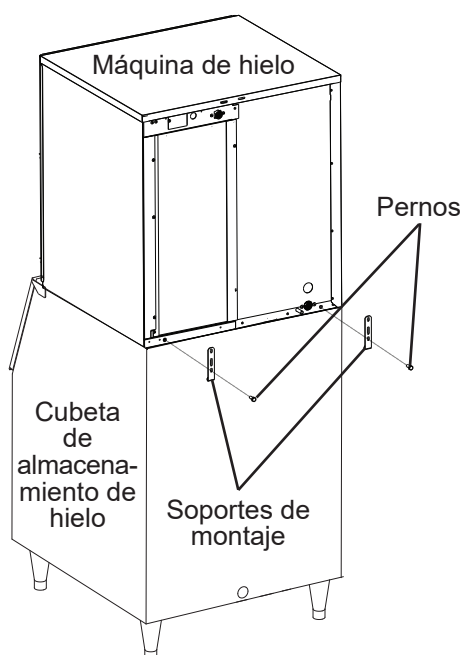

Fig. 2
- 4) Fije la máquina de hielo a la cubeta de almacenamiento mediante los 2 soportes de montaje y los pernos que se suministran. Consulte la Fig. 2.
- 6) Máquina de hielo: monte de nuevo las tapas en sus posiciones correctas. Consulte la Fig. 2.